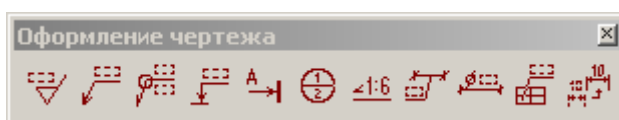

Рисунок 140
- Зайти в *Группу Обозначения* и выбрать *Компонент Панель инструментов*. При этом появится панель инструментов *Оформление чертежа* (Рисунок 140)